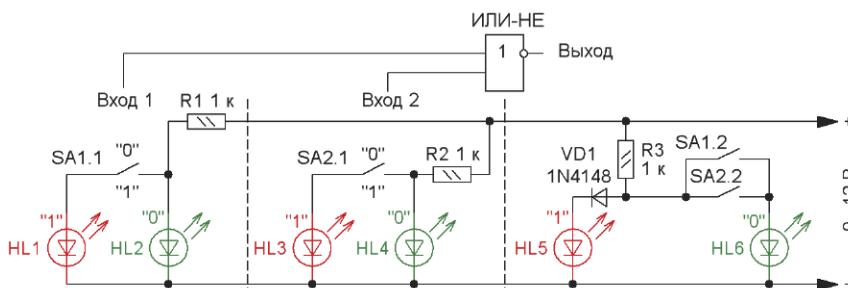

Рис. 4
**"ИЛИ-НЕ"** (NOT-OR, NOR) — логический элемент, представляет собой последовательное включение элементов ИЛИ (OR) и НЕ (NOT) (рис. 4). Выходной сигнал  $Y$  элемента ИЛИ-НЕ при наличии на его входах лог. 0 принимает значение лог. 1. Стоит хотя бы одному из входных сигналов принять значение лог. 1, выходной сигнал  $Y$  переключится на уровень лог. 0.